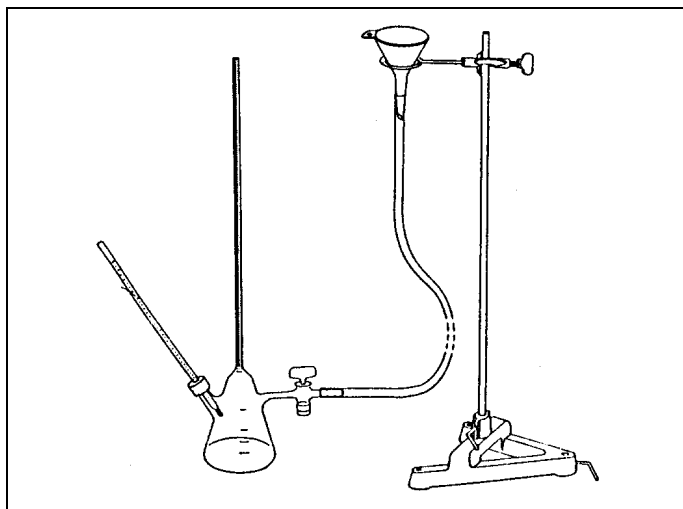

Fig. 2
Trichter gemäß Fig. 2 mit Füllrohr ② verbinden, destilliertes Wasser einfüllen und Hahn (2.1) öffnen; Wasser kontinuierlich nachgießen, so daß der Trichter während des Einfüllvorgangs stets gefüllt ist;
Connect funnel to the filler tube ② according to Fig. 2, add distilled water and open tap (2.1). Add water continually so that the funnel is full at all times while the device is being filled;